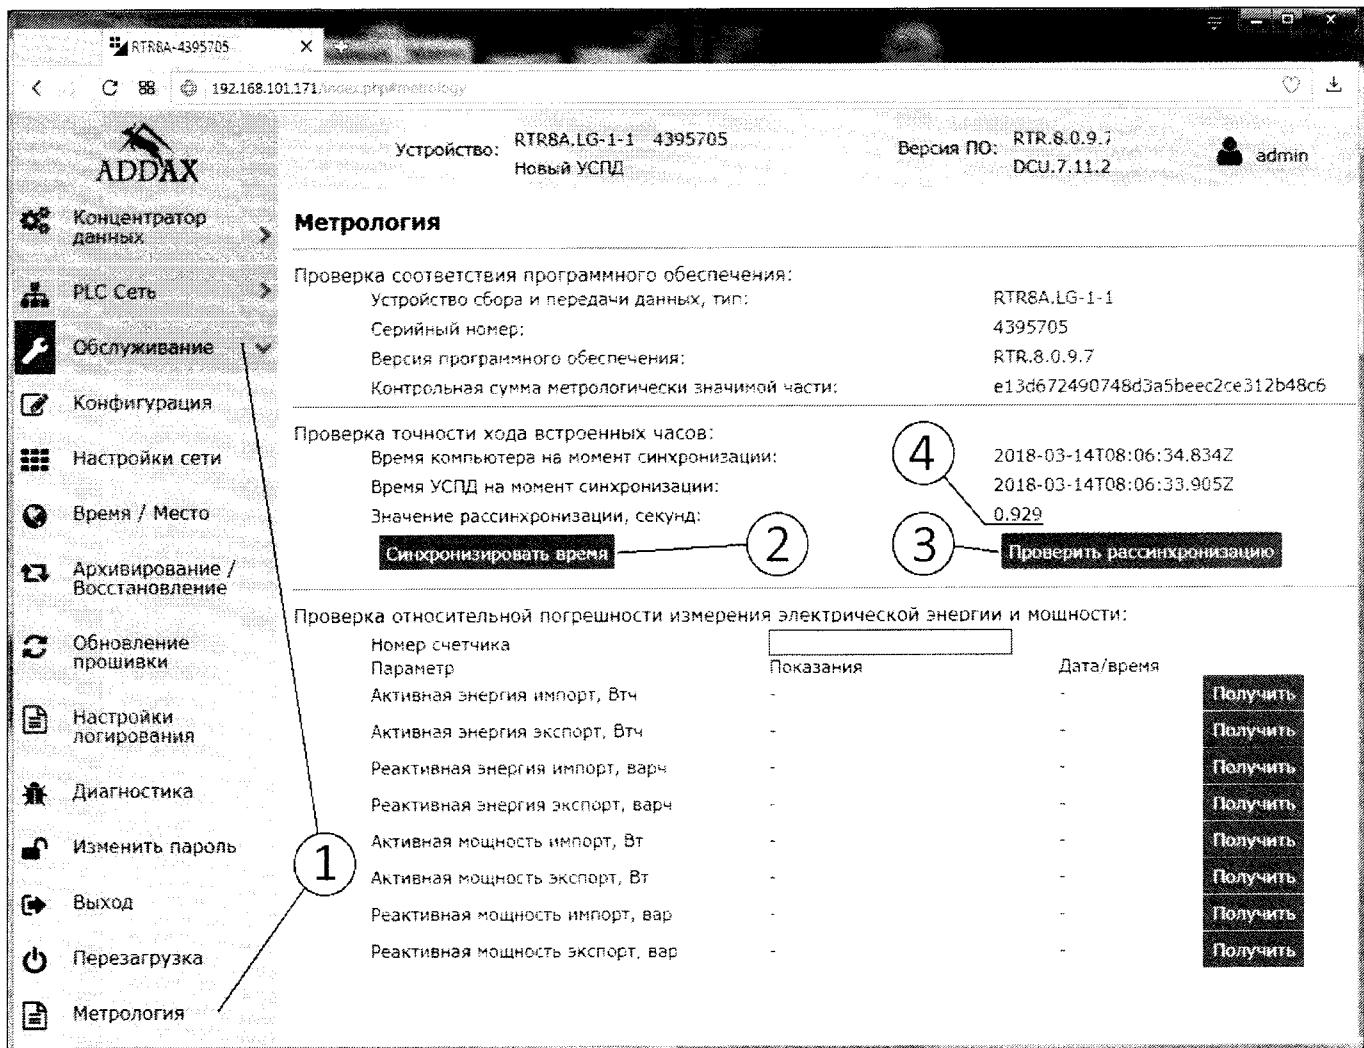

Рисунок 5 - Окно веб-интерфейса УСПД - закладка «Обслуживание» раздел «Метрология»
7.5.4 Открыть закладку «Обслуживание», раздел «Метрология», нажав левой клавишей мыши на соответствующие поля панели навигации веб-интерфейса (рис. 5, поз.1).
7.5.5 В части «Проверка точности хода встроенных часов» окна раздела «Метрология» нажать кнопку «синхронизировать время» (рис. 5, поз. 2), при этом должна быть запущена служба синхронизации используемого ПК с любым доступным сервером точного времени с периодичностью не реже 30 минут. Далее окно веб-интерфейса можно закрыть. УСПД остается включенным под напряжением питания в течении последующих суток.
7.5.4 По истечению 24 часов подключиться к УСПД через веб-интерфейс. Перейти в раздел «Метрология», произвести проверку рассинхронизации, нажав на кнопку «Проверить рассинхронизацию» (рис.5, поз.3).
7.5.5 Убедиться, что время рассинхронизации в строке «Значение рассинхронизации, секунд:» не превышает  $\pm 5$  секунд (рис. 5, поз. 4).